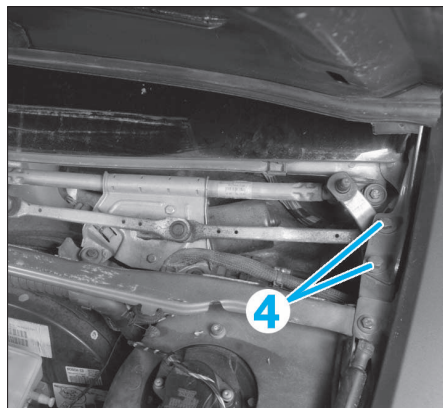

FIG. 26
- la grille d'auvent (2).
- les demi-grilles de calandre supérieures (3) (afin d'accéder aux fixations de la serrure de capot et régler celles-ci au remontage).
- les fixations des équerres de capot (4) (Fig.26).